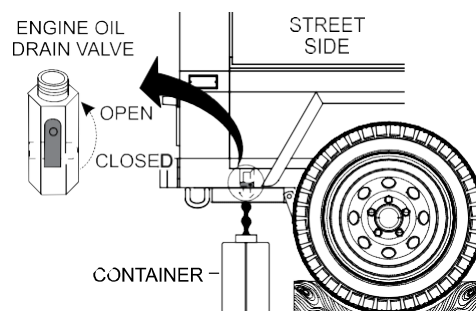

Рисунок 23. Слив моторного масла
3. Клапан слива моторного масла расположен под рамой прицепа (со стороны улицы). Установите ручку клапана в положение ОТКРЫТО (Рисунок 23), чтобы слить моторное масло..